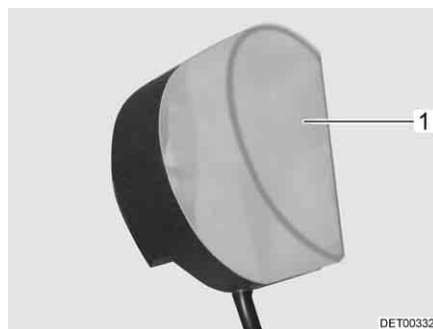

Fig. 246 Luci armadi guardaroba
- Comprimere leggermente e rimuovere la copertura della lampada (Fig. 246,1).